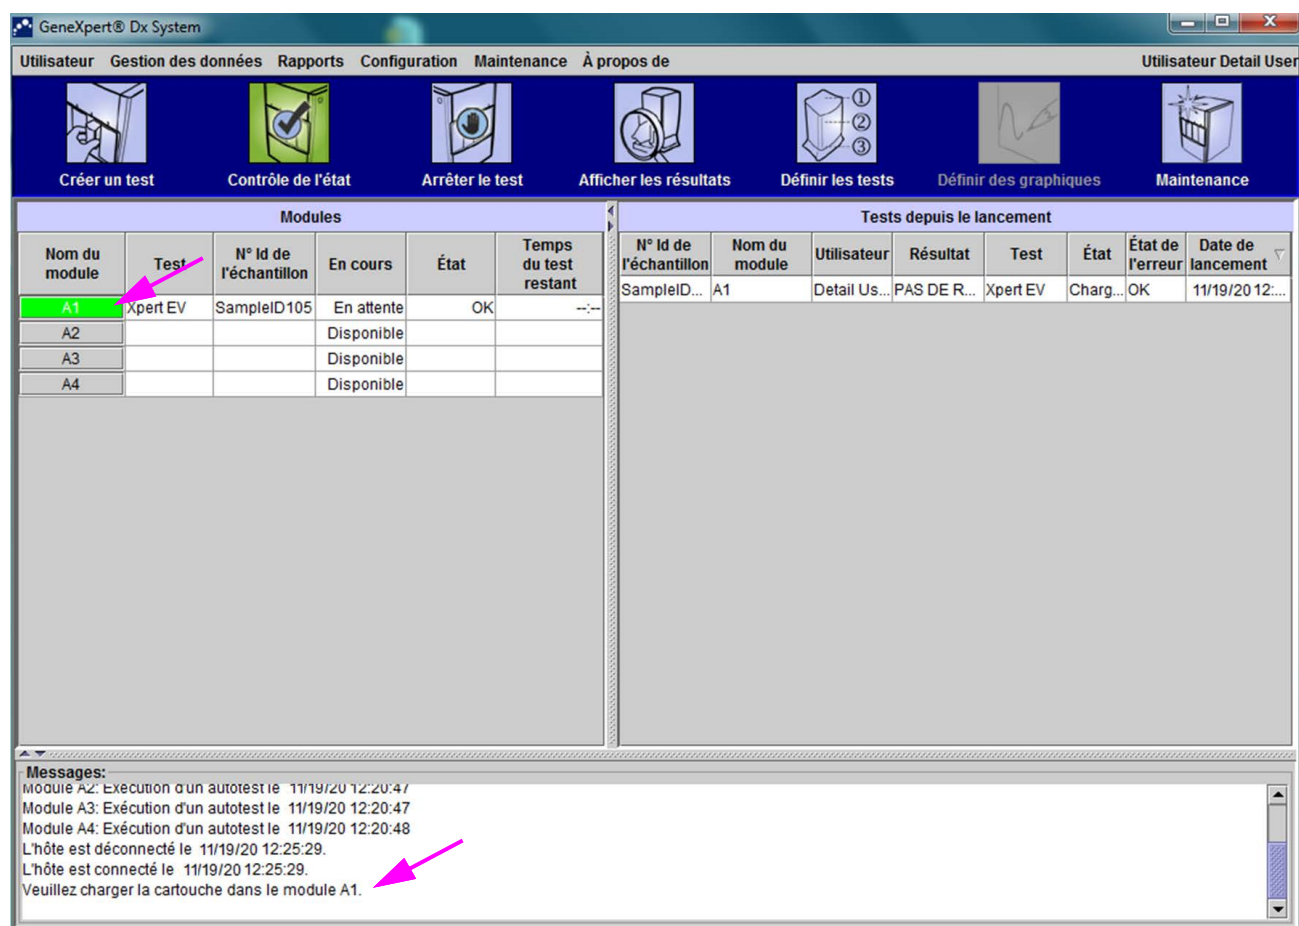

Figure 5-116. Écran d'accueil GeneXpert montrant le message de téléchargement de cartouche
4. Dans la section **Tableau des commandes de test de l'hôte**, (voir la Figure 5-115), passez en revue la commande. Saisissez si nécessaire des informations ou des remarques supplémentaires, puis sélectionnez le bouton **Démarrer le test**. L'écran d'accueil du GeneXpert apparaît, affichant un message demandant de télécharger la cartouche dans le module, qui est mis en valeur en vert. Voir la Figure 5-116.